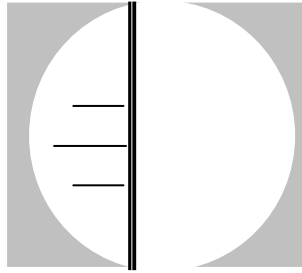

图 5-7 目镜内的两条细线无限接近
4. 旋转测量旋轮，使左、右两侧细线无限接近，中间仅留一条极微细微弱的光线，见图 5-7。再按<ZERO>使 D1、D2 值置零。然后旋转测量旋轮把右侧细线右移，将两条细线分开。